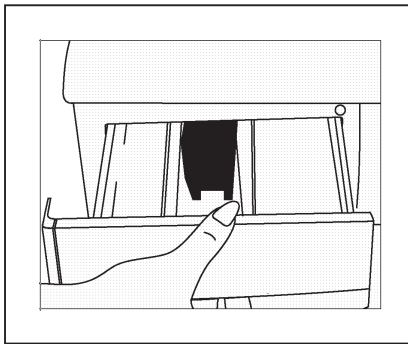

fig. 14
- Tirez le tiroir jusqu'à sa butée (fig. 14)